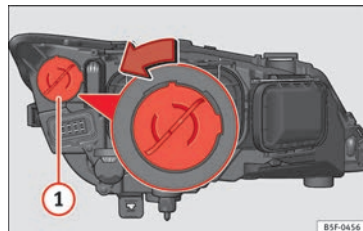

Fig. 105 Ampoule des feux de jour.
- Tournez le porte-ampoule » fig. 105 ① vers la gauche puis tirez.